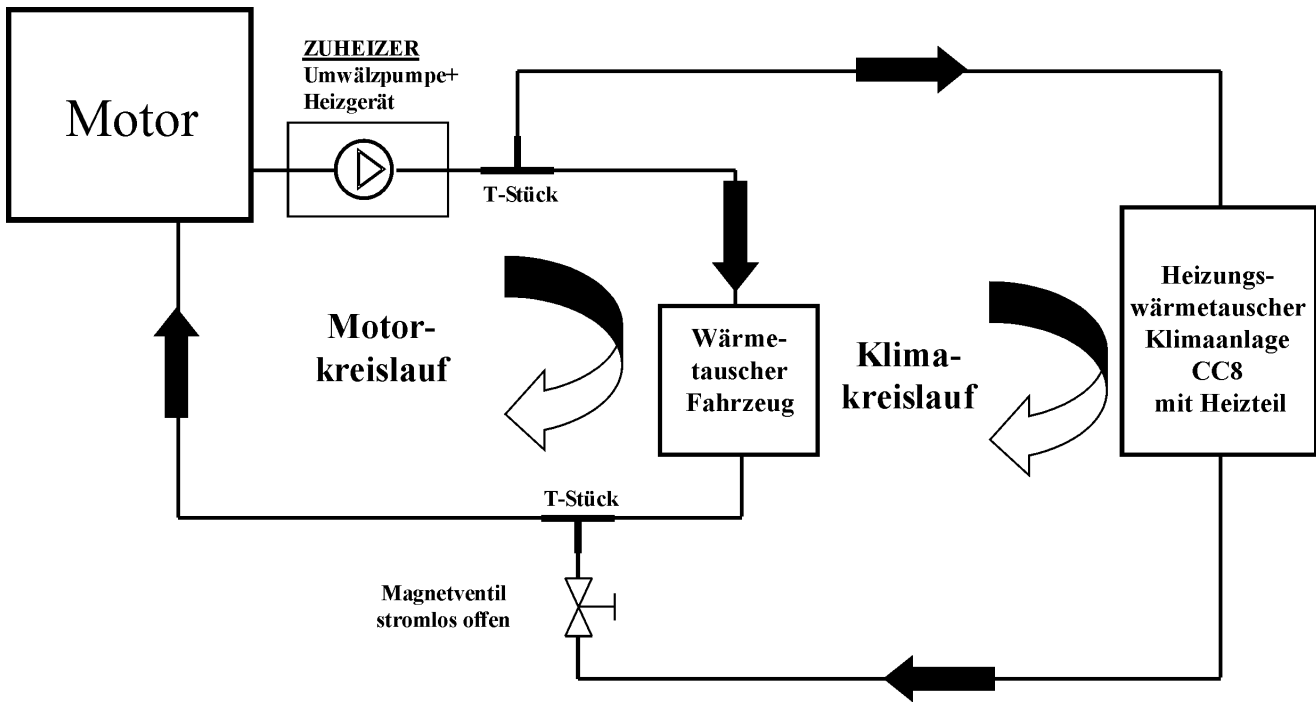

Abb. 1 Prinzipschema der Einbindung des Heizungskreislaufes in den Motorkühlkreislauf
5. Wasserschläuche (3, Bild 1) auf Kupferrohre (1) aufschieben und mit Schlauchschellen befestigen
6. Wasserschläuche parallel mit Kältemittelleitungen (2) zu den hinteren Fahrzeugholmen verlegen und in ausreichendem Abstand mit Kabelbindern befestigen
Am Beispiel Mercedes Benz Sprinter (Bild 1–5) sind die hinteren Fahrzeugholme zweigeteilt.